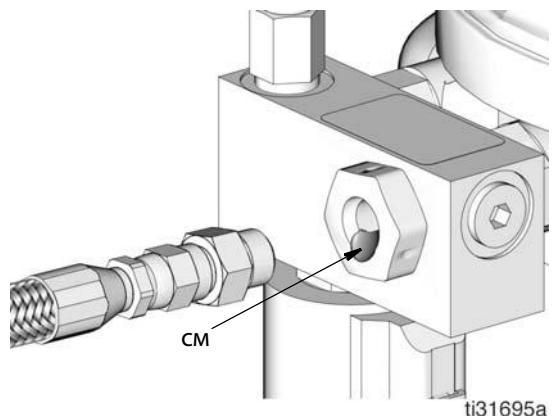

Рис.25
- Запустите насос и не выключайте до тех пор, пока из выпускного фитинга не начнет выходить не содержащий воздух смазочный материал (см) (Рис.25).